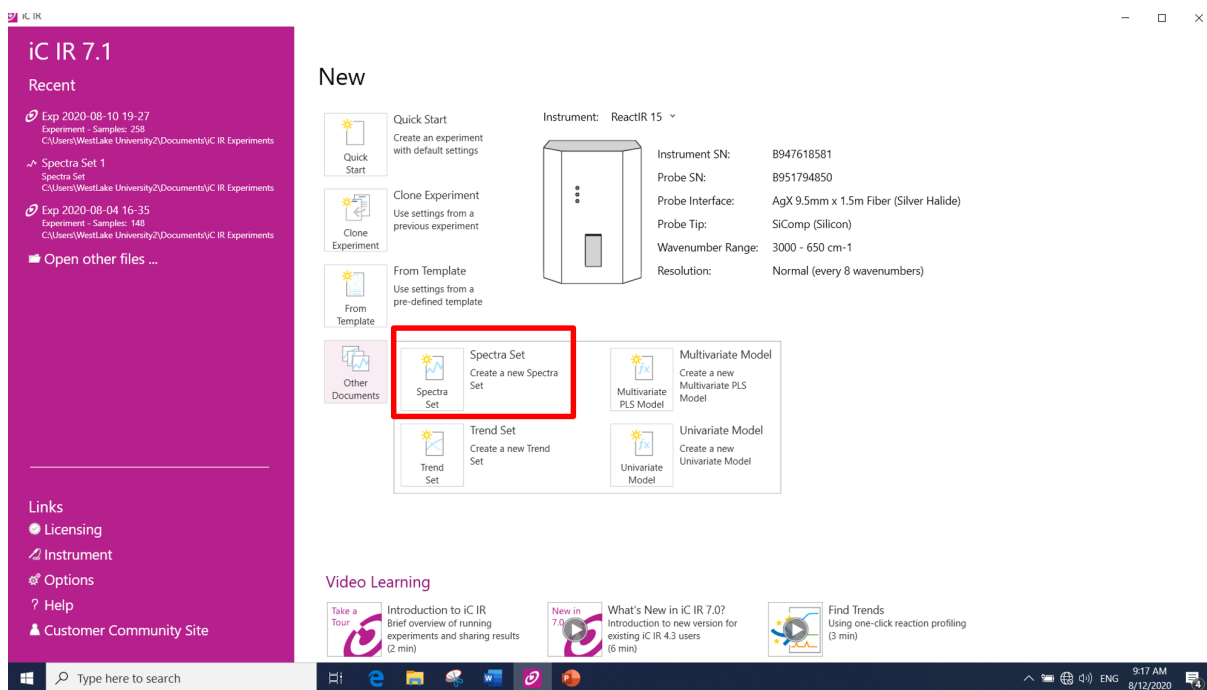

图 4-6 标样测试界面
4.3.1 正式实验之前，可以先对参比谱图或者产物纯谱进行采集：如图 4-6，【New】 - 【Other Documents】 - 【Spectra Set】，根据图片提示，此时的探头未放进液体，点击【Collect Background】，软件会提示先存档文件，选择好存档位置后，在弹出的窗口再次点击【Collect Background】，待采集完背景信号后，点击【Done】。然后在【Collect Reference】先命名，在【Type】里选择相应的名称，其他的不用选择，点击【Collect Spectrum】，仪器会采集参比图谱，完成后，点击【Next】，此时会显示探头的状态是否干净，将探头从液体中拿出来，用纸巾擦干净后，当【Test Status: Clean】出现时，表明探头已经是干净的，再点击【Next】完成。如果需要测试下一个样品的话，再次点击主页面的【Collect Reference】，如上再走一遍流程就行。一般来说，对每个反应最好都对原料、产物和溶剂都进行纯谱采集。溶剂可以直接测试纯料，其他原料或者产物都配成溶液进行测试。
如图 4-6，左上角的【Trends】窗口里的第一条 RTD1 曲线是温度记录曲线，还可以显示特征峰的变化趋势。左下角的【Spectra】是红外光谱图，可以选择任意时间点的光谱和即时的光谱。右上角的是每张光谱图的采集时间及还能记录和编辑实验过程中的每个【Notes】。此外，在本窗口中选择某一时间的光谱，点击【Pin】，此时这个光谱将被显示下左下角的【Spectra】中。右下角是所测样品的光谱随着时间变化的三维图谱。对【Spectra】和三维图谱都可以点击放大，进行目标区域的放大操作，或者直接拖/拉坐标轴改变目标区域的位置。在选择某一特征峰上双击，在【Spectra】窗口下面将出现【Peaks】小窗口，表明这一特征峰将生成一条【Trends】曲线，可以通过峰高、峰面积等参数生成不同类型的【Trends】曲线；选中某一特征峰后，点击【Remove】将当前峰和【Trends】曲线都同时进行移除。
【Solvent Subtraction】：有两种方法扣除溶剂谱图，第一种方法是点击【Add spectra】直接选择一张以前的溶剂谱图进行扣除。第二种方法在图 4-6 右上角的【Notes】窗口中，选中最开始未加其他反应物的某一时间点，点击【Created From Selected】创建一张溶剂图谱，最后再点击【Solvent Subtraction】可以对溶剂信号进行扣除。